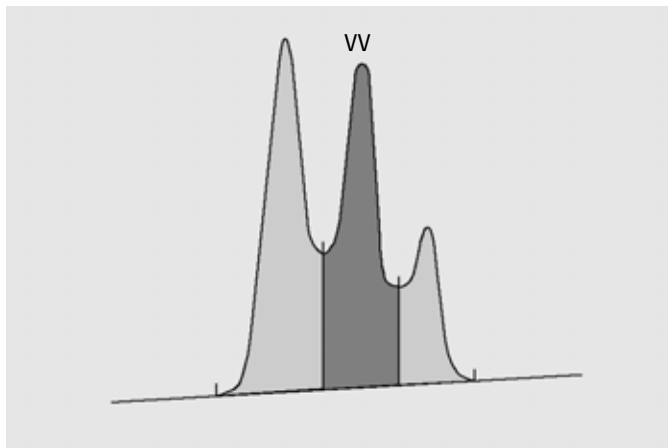

Figura 25 Medida del área para picos de valle a valle
- para picos de valle a valle (VV), el área por encima de la línea base segmentada con líneas de caída verticales trazadas a partir de las marcas de señalización, como se muestra en Figura 25 en la página 107,